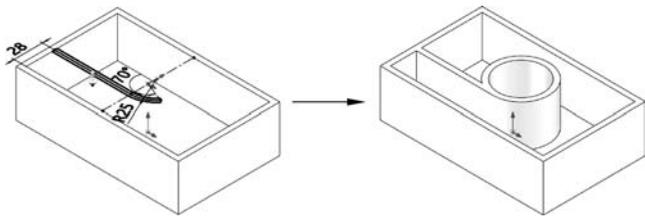

图 5-12 自然延伸
- ③ 设置【拉伸方向】为【垂直于草图】.
- ④ 选择【类型】为【线性】单选按钮。
- (2) 自然,如图 5-12 所示。